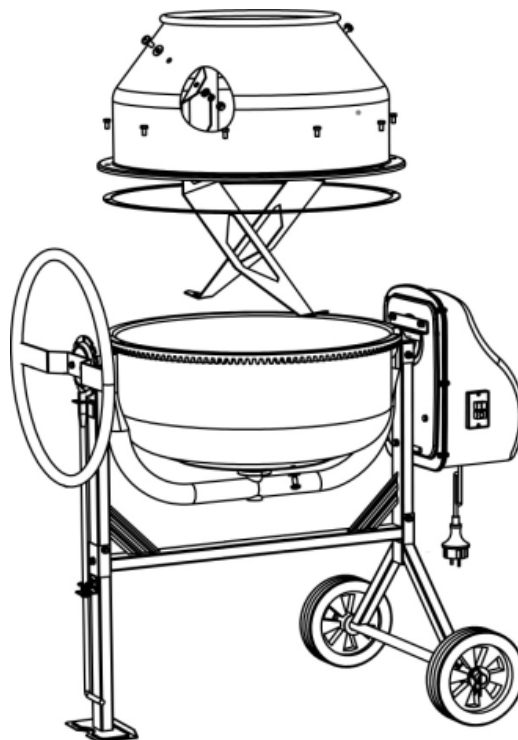

Fig.11
- Posizionare la guarnizione di gomma sul tamburo di miscelazione dell'unità inferiore (9), p.13, come mostrato nella Fig.11 della pagina seguente.
- Posizionare il tamburo di miscelazione dell'unità superiore (6) sul tamburo di miscelazione dell'unità inferiore.